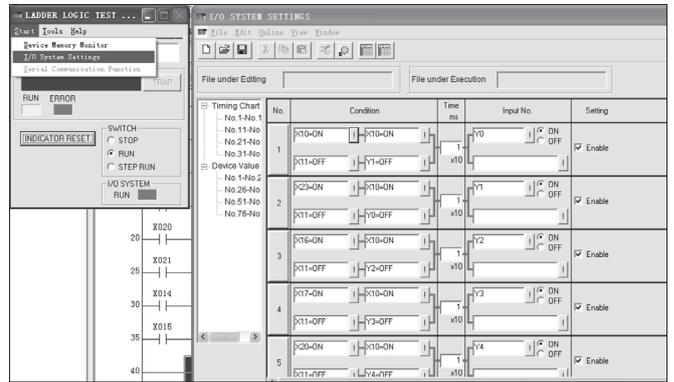

图 17 手动程序输入条件表
(5) I/O 系统设定。图 16 (a) 在与图 17 相同的对话框中选择“启动”，不要选择“I/O 系统设置”以及输